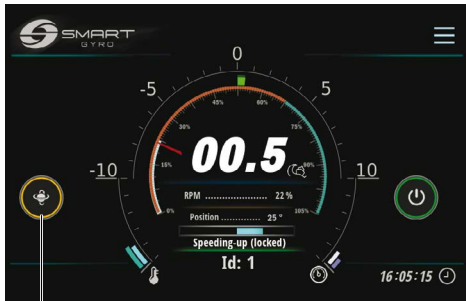

Abbildung 6
- Während der Beschleunigung des Schwungrads und solange die Geschwindigkeit unter 55 % der Höchstgeschwindigkeit bleibt, ist die Präzession nicht erlaubt und der Kreis um das Präzessionsymbol (Abbildung 6, (1)) ist gelb.